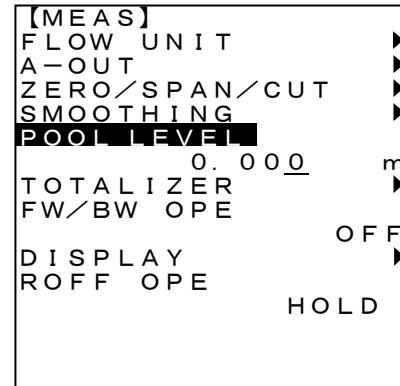

図4-7-4
2. <ENT>キーを押し設定値を変更できる状態にします。 (図4-7-4)